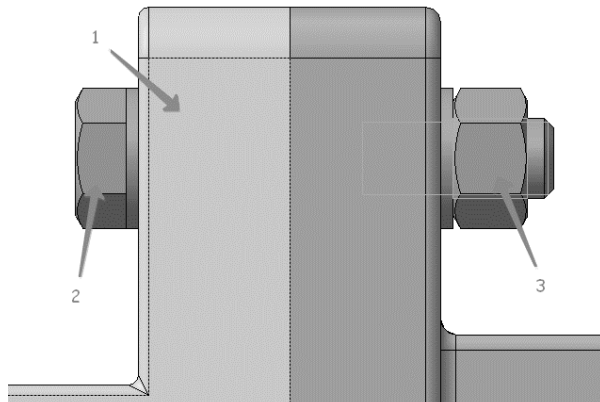

Рис. 118. Задание параллельности граней крепежных элементов
10.3.17 Укажите грань Вилки (1, рис. 118).
10.3.19 Укажите плоские грани Болта и Гайки (2, 3 рисунок 118).